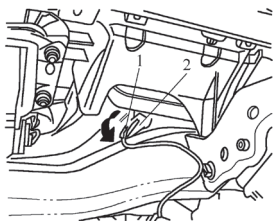

图 5-22 拔下右侧出风口温度传感器 G151 上的插头
- 2) 如图 5-22 所示, 拔下右侧出风口温度传感器 G151 上的插头 1。